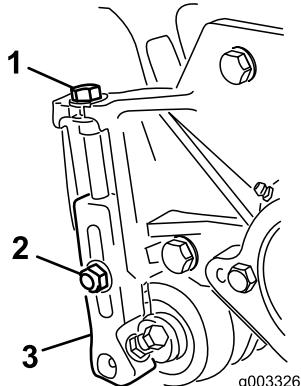

Figure 22
- Desserrez les contre-écrous qui fixent les bras de hauteur de coupe aux plaques latérales du plateau de coupe (Figure 22).